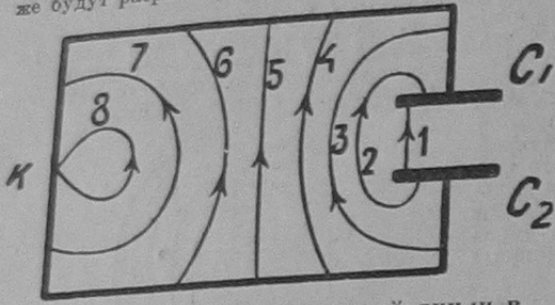
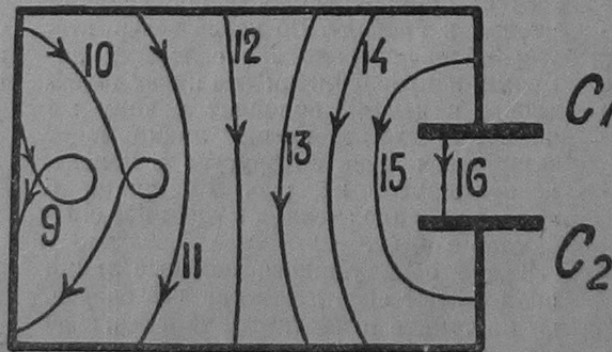
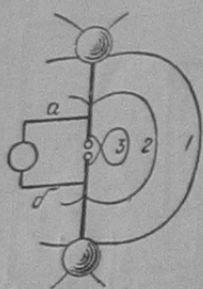
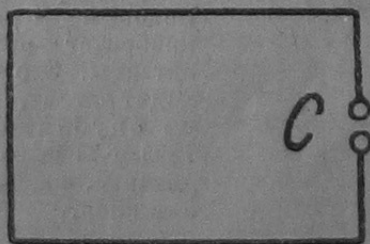

Рис. 15. Продвижение силовой линии в колебательном контуре.
Рис. 16. Дальнейшее продвижение силовой линии.
Рис. 18. Вибратор Герца.
Рис. 19. Резонатор Герца.
Изобразим цепь $C_1 C_2$ отдельно (рис. 15); все дело теперь только в ней. C разряжается, это значит, что силовые линии выходят теперь одна за другую из пространства $C_1 C_2$, опираясь своими концами в провода. Как это они делают, показывает ход одной из них; из положения (1) она переходит последовательно в положения 2...8; когда оба ее конца встретятся в какой-то точке κ , электроны верхнего конца силовой линии могли бы пополнить недостаток электронов в ее нижнем конце, и тогда эта силовая линия исчезла бы; если она слаба, если в проводнике большое сопротивление, отнявшее у электронов много энергии — тогда так и будет. Но, вообще говоря, силовая линия по своей инерции будет энергично двигаться вперед и займет последовательно (рис. 16) положения 9...16. Мы видим, что она снова попала в пространство между C_1 и C_2 , но только в перевернутом положении. Когда это случится со всеми силовыми линиями, C_1 окажется заряженным положительно (+), а C_2 — заряженным отрицательно (-). Инерция силовых линий неяска. Теперь $C_1 C_2$ опять будут разряжаться; все повторится, и $C_1 C_2$ окажутся снова заряженными так, как на рис. 15.
Гертц, размышляя иначе, чем мы это теперь делаем, и поступил несколько иначе (рис. 18); он просто развернул вибратор Томпсона; 1, 2, 3 показывают для этого случая, как движутся силовые линии.
Заметим, что около положения (3) на рис. 18 силовая линия также может замкнуться на себя, как и около 8—9 на рис. 15—16 и произвести излучение.
Гертц „принимал“ электрические волны приборами, представляющими собою тот же вибратор (рис. 15—17); это был четырехугольный (или круглый) прочный водник (рис. 19) с перерывом C между шариками. Когда к нему подходили электрические волны, то их силовые линии заряжали шарик то (+), то (-);
Здесь необходимо обратить внимание на следующее: приемник Герца (рис. 19), его резонатор не заключал в себе никакого элемента, который бы мог